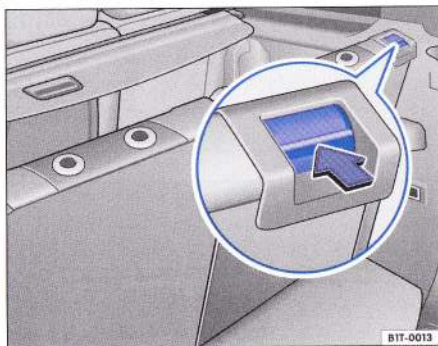

Fig. 70 Plierea spătarelor scaunelor celui de-al treilea rând de scaune.
- Apăsați elementele de fixare a spătarelor în sensul indicat ⇒ fig. 70 și pliați spătarul în față, până se fixează cu un zgomot.